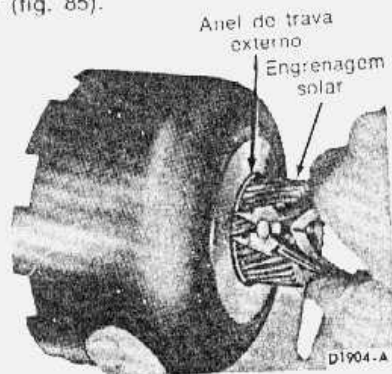

fig. 85 — remoção ou instalação do anel da trava da engrenagem solar
1. Remover o anel de trava externo da engrenagem solar (fig. 85).
4. Instalar, na engrenagem solar, o anel de trava externo (fig. 85).